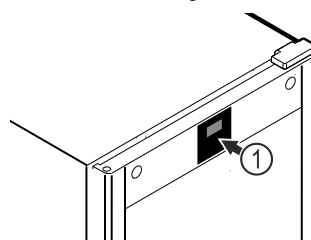

Fig. 52 Exempel
Termometern är redan kalibrerad på fabriken (förskjutning på +6 Kelvin). Om innetemperaturen skiljer sig från temperaturindikeringen *Fig. 52 (1)* kan termometern kalibreras.